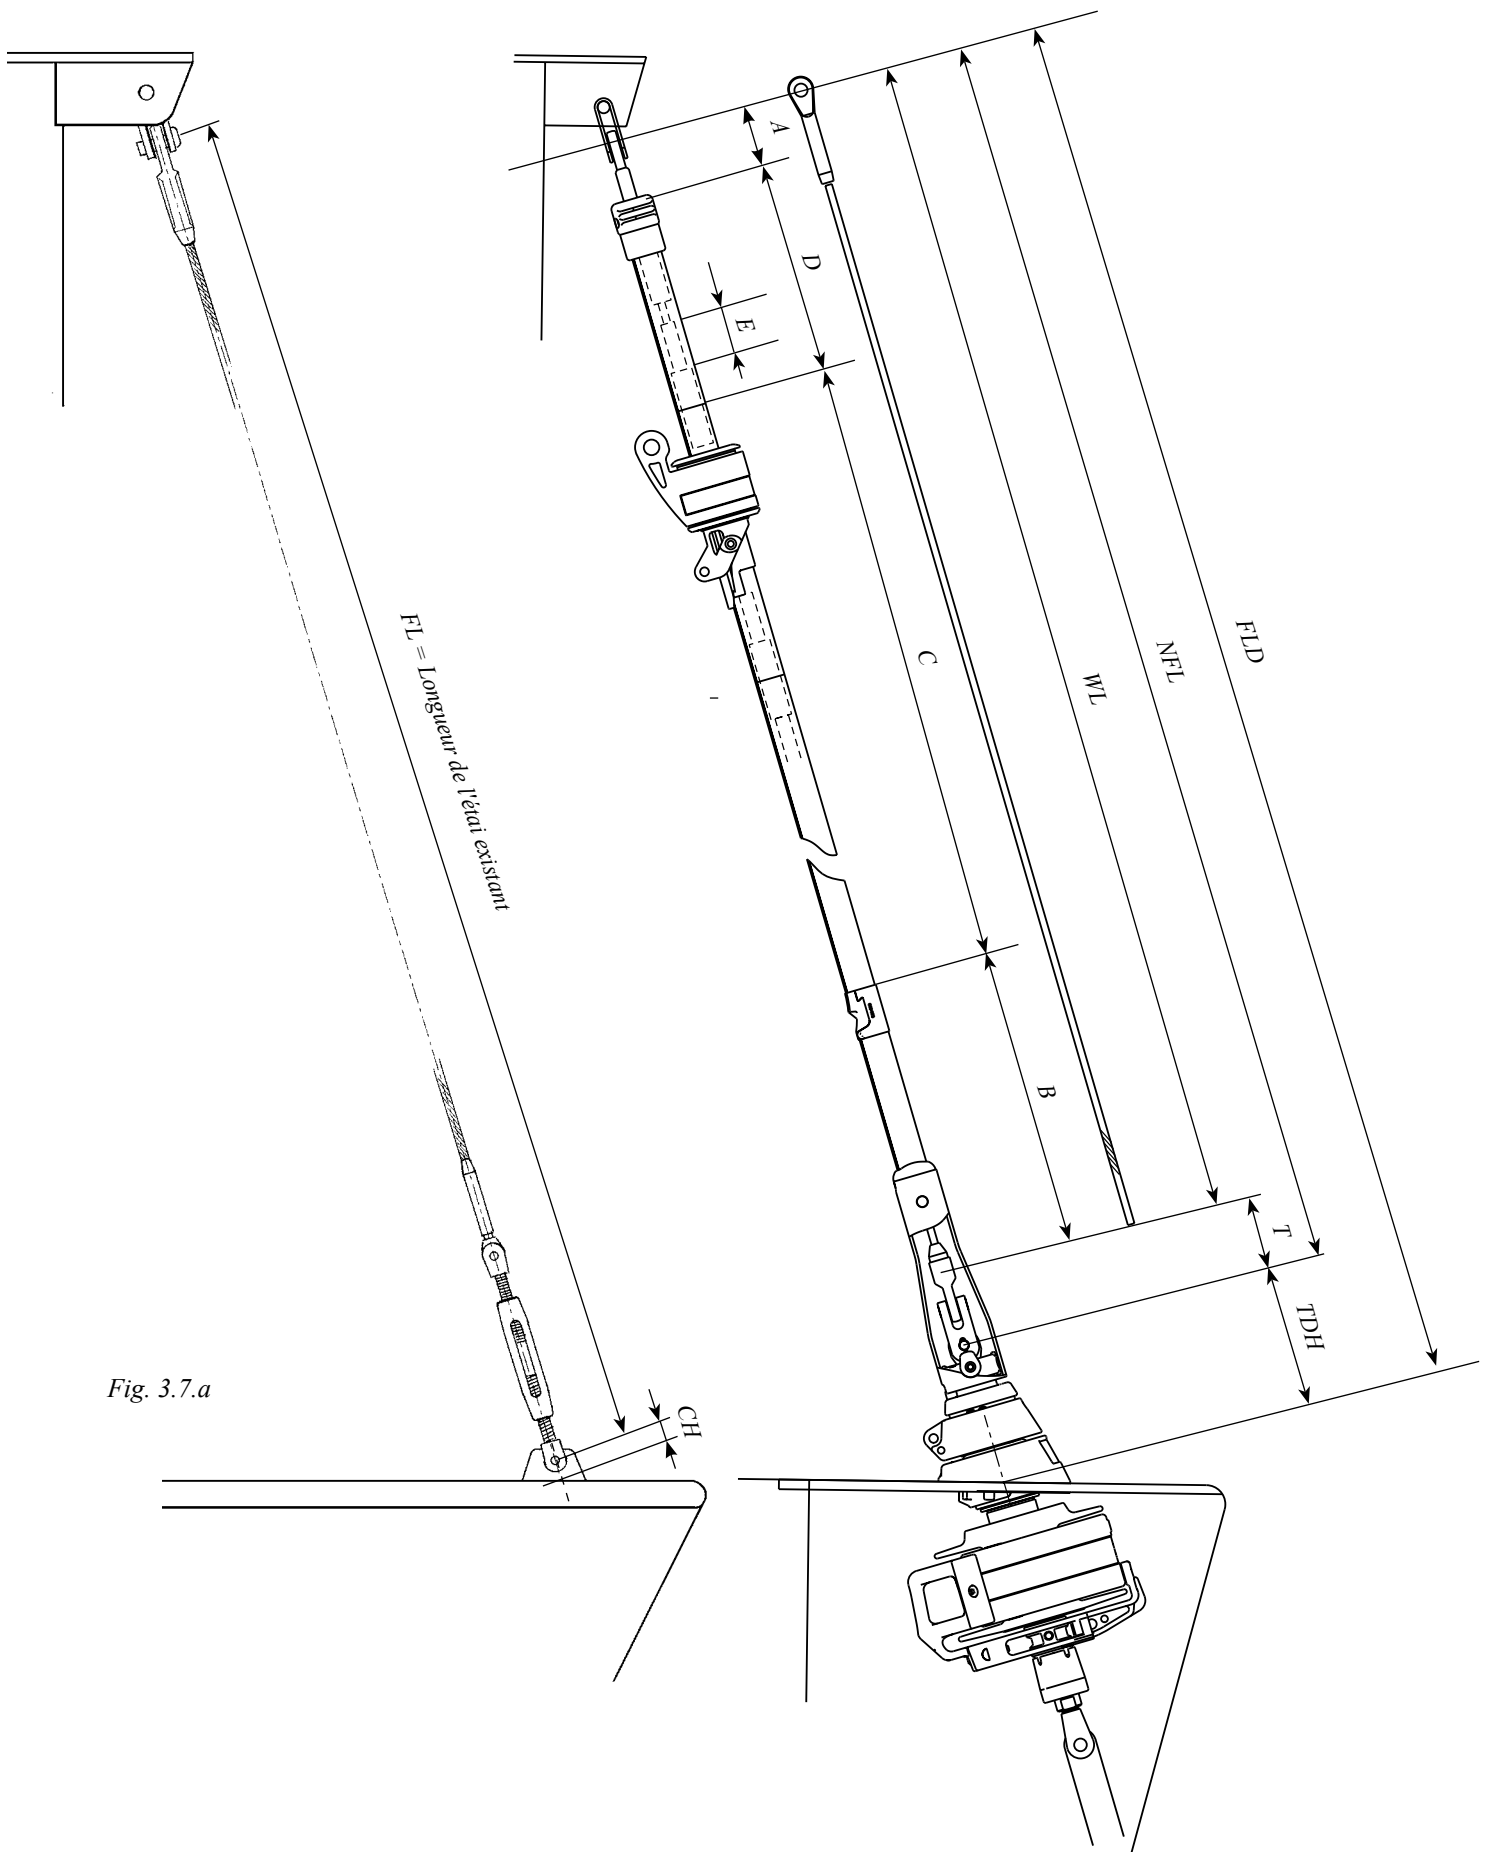

Fig. 3.7.a
5. Enlevez l'étai. Mesurez la distance entre le niveau du pont et le trou d'axe de chape dans la cadène d'étai (voir fig. 3.7.a) et inscrivez cette valeur dans le tableau 3.6.1.